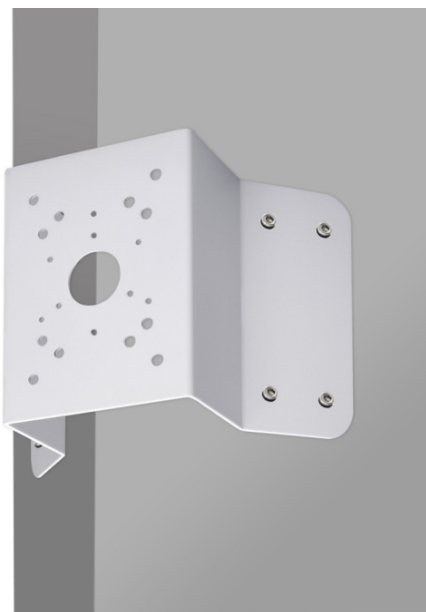

Рисунок 5.5 – Определение точек крепления кронштейна на установочной поверхности
1. Используя угловой кронштейн, отметьте точки крепления на установочной поверхности (Рисунок 5.5) и просверлите 4 отверстия (диаметр 8 мм, глубина не менее 65 мм) в установочной поверхности.